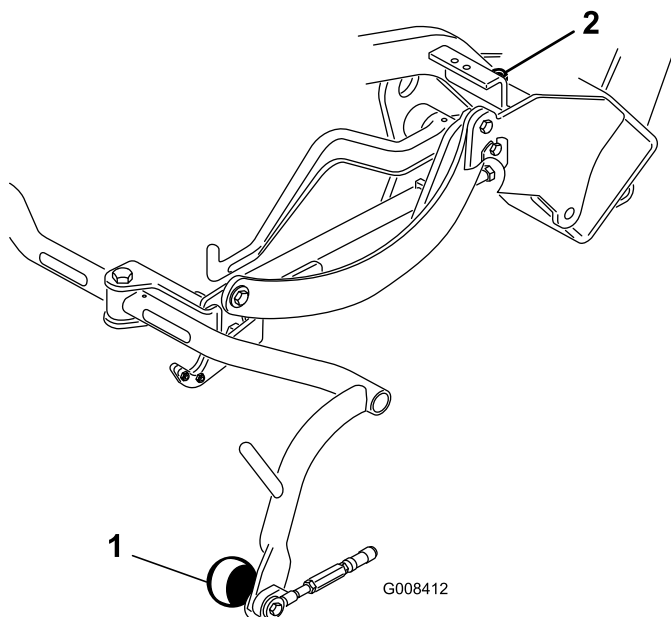

Bild 9
3. Sollte eine Einstellung erforderlich sein, lösen Sie die Klemmmutter an der Anschlagschraube des Trägerrahmens (Bild 9) und drehen Sie die Schraube nach oben oder unten, um den Trägerrahmen anzuheben oder abzulassen. Ziehen Sie die Klemmmutter nach dem Einstellen fest.